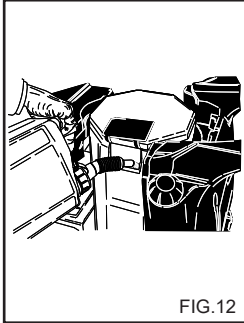

FIG.12
**ANVENDELSE AF ANTI-FROSTVÆSKE (fig. 12)**